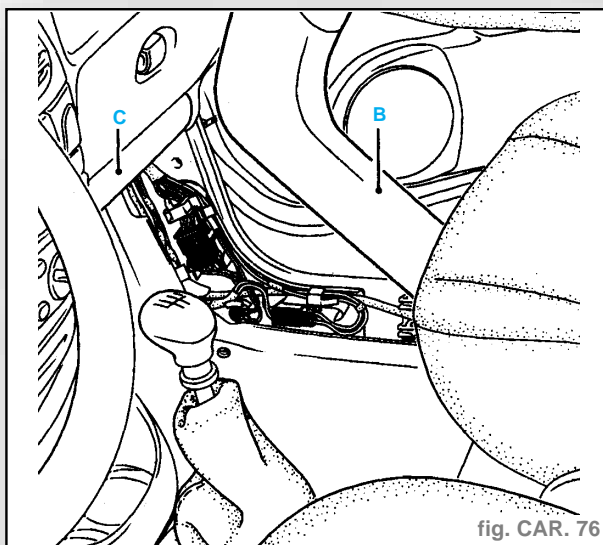

fig. CAR. 76
- Dégager (fig. CAR. 76) :
- la garniture plastique marchepied (B),
- le câblage électrique sous la planche de bord, vers l'extérieur (C).